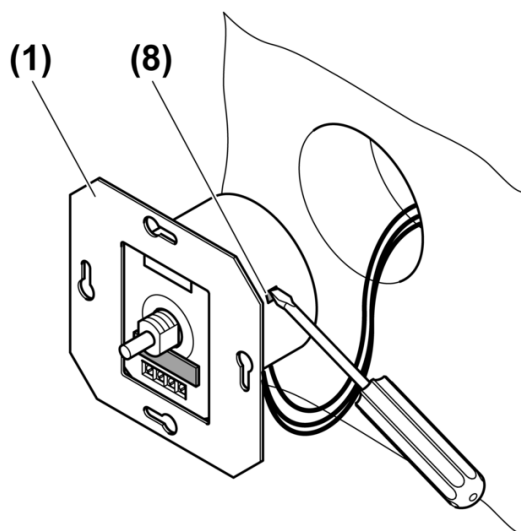

Рис.4: Установка минимальной яркости.
(1) Диммер
(7) Регулятор минимальной яркости
- Установите уровень минимальной яркости с помощью бокового регулятора (8) (Рис.4).